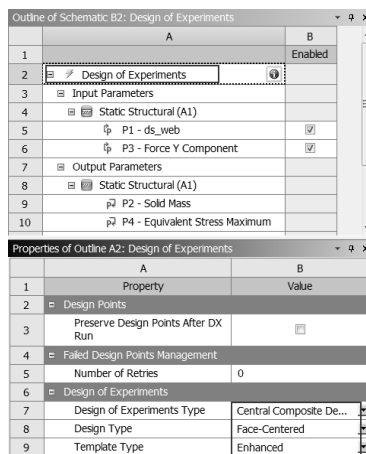

图 18-20 设置
Step16：选择 Design of Experiments 选项，在下面出现的如图 18-20 所示的 Properties of Outline “Design of Experiments” 对话框中进行如下设置。